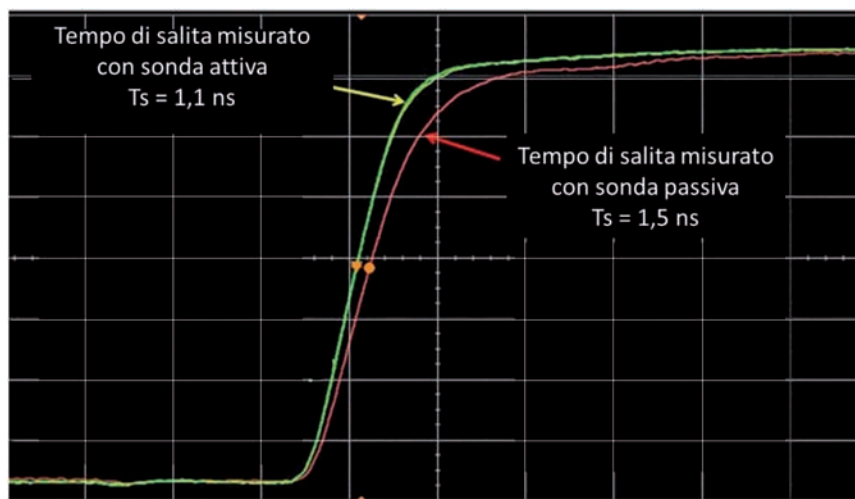

Fig. 4 - Viene mostrata la differenza del tempo di salita di una tensione, misurata utilizzando una sonda attiva rispetto a una passiva
Facciamo un altro esempio, diamo un'occhiata ad un circuito con una sonda attiva e misuriamo un tempo di salita di 1,1 ns a cui corrisponde una larghezza di banda di circa 300 MHz come da formula (2). Ora rifacciamo la stessa misura con una sonda passiva da 500 MHz, misuriamo il tempo di salita e vediamo che è aumentato a 1,5 ns. Cos'è successo? La capacità della sonda passiva si è aggiunta nel punto di misura del circuito. La differenza la si può vedere chiaramente nella Fig. 4.